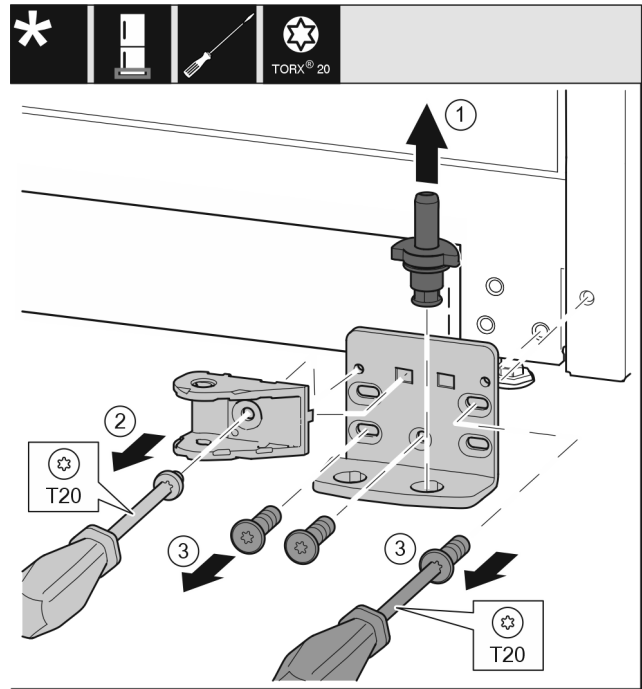

Fig. 32
- Lagerbolzen komplett nach oben herausziehen. Fig. 32 (1)
- Schraube mit Schraubendreher T20 herausdrehen und Schließdämpferverbindung abnehmen. Fig. 32 (2)
- Schrauben mit Schraubendreher T20 herausdrehen und Lagerbock abnehmen. Fig. 32 (3)